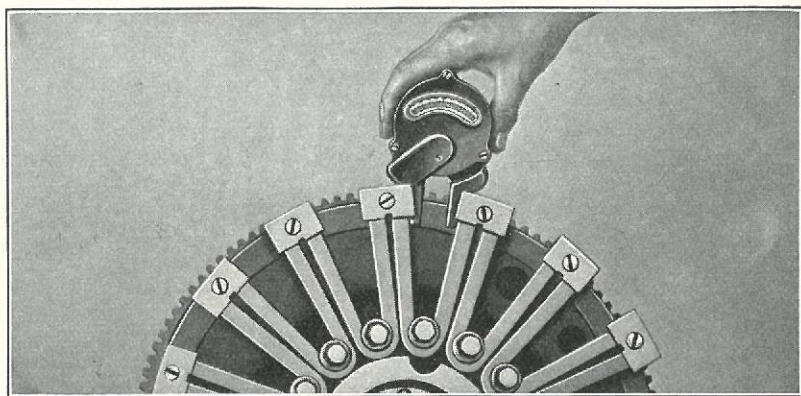

Fig. 188
- 276** Magneternes Styrke prøves med et Magnetprøveapparat. Prøveapparatet anbringes mellem Enderne af Magneterne, saaledes at Polerne paa Prøveapparatet kommer i Kontakt med begge Sider af Magneten (Fig. 188). Denne Operation gentages, til alle Magneter er kontrollerede. Hvis Magneterne er paa fuld Styrke, skal de vise 50 Streger eller mere paa Prøveapparatets Skala. (Naar Gearkassedækslet er taget af, kan denne Prøve paa samme Maade ogsaa foretages i Vognen ved at dreje Motoren rundt ved Hjælp af Startsvinget. Der drejes en kvart Omdrejning ad Gangen, indtil alle Magneter er prøvede. Med Magnetkramperne anbragt direkte imellem Magnetkærnerne skal et Udslag paa 45 eller mere vises paa Prøveapparatets Skala, naar Magneterne prøves i Vognen. Fjernes Magneterne fra Svinghjulet og prøves hver for sig, skal de vise 35 Streger eller mere).